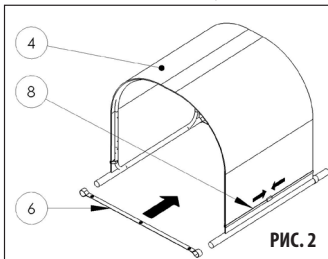
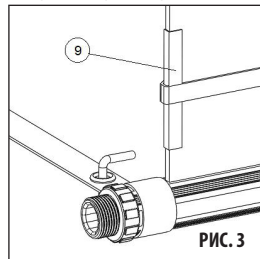

РИС. 2
РИС. 3
2) Панель согните через несущую раму, а на концы труб наденьте анкерные ремни (оттяжки) (6) (РИС. 2). Для фиксации панели служат ремни с зажимами (8), установленные на раме в соответствии с предыдущим пунктом. В месте перехода ремня через края панели воспользуйтесь кожуками, чтобы в этом месте не могло произойти повреждение края панели (РИС. 3).